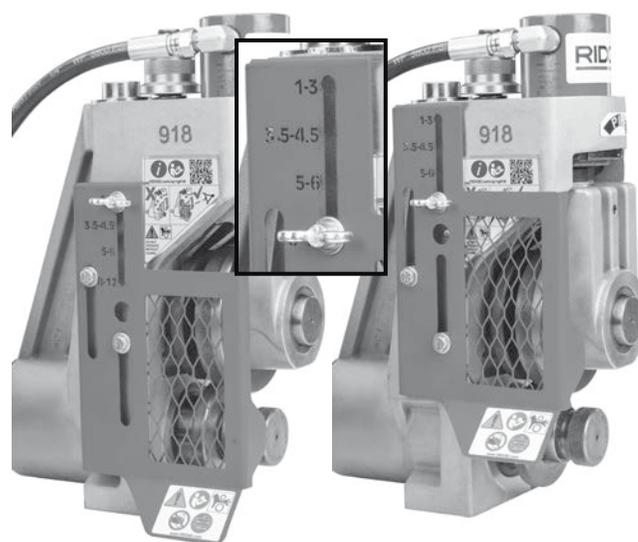

Рис. 10 - Настройка регулируемой защиты
- Открутите винт-барашек. Отрегулируйте положение защиты так, чтобы нужный диапазон размеров совпал с положением винта-барашка. Правильно отрегулируйте защиту, чтобы снизить риск запутывания и получения серьезных травм. (рис. 10).